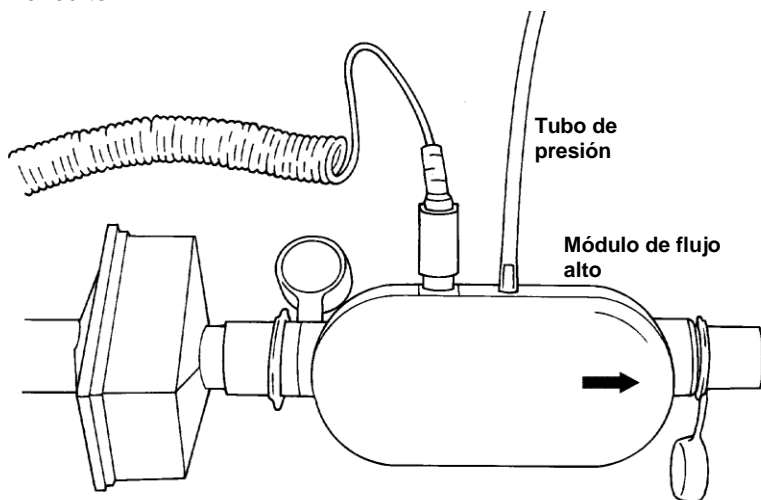

Figura 5. Conexión del tubo de presión al módulo de flujo alto
3. Sólo en módulo de flujo alto: instale tubos de presión (**Figura 5**). Conecte un extremo del tubo de presión al orificio de presión baja del módulo de flujo, y el otro extremo al orificio de presión del circuito.